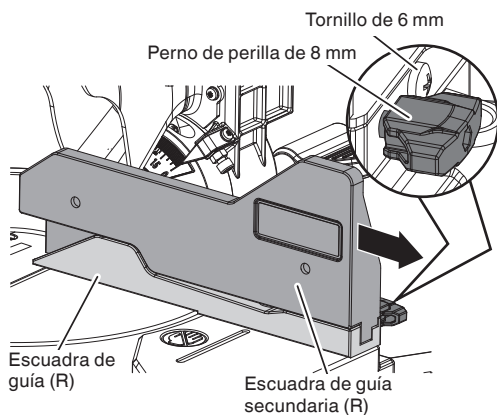

Fig. 12-a
5. Confirmación para el uso de la escuadra de guía secundaria (R) (Fig. 12-a)